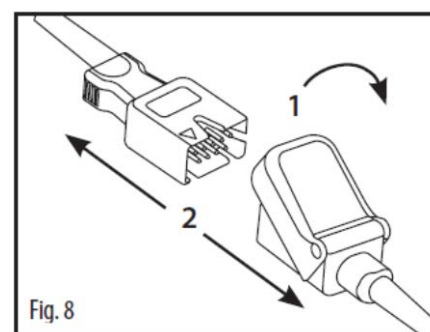

Abb. 36 Trennen des Sensors vom LNC-Patientenkabel.
Siehe Fig. 8 in Abb. 36: Drücken Sie die Schutzkappe nach oben, um Zugang zum Sensorstecker zu erhalten (1). Ziehen Sie fest am Sensorstecker, um ihn vom Patientenkabel abzuziehen (2).